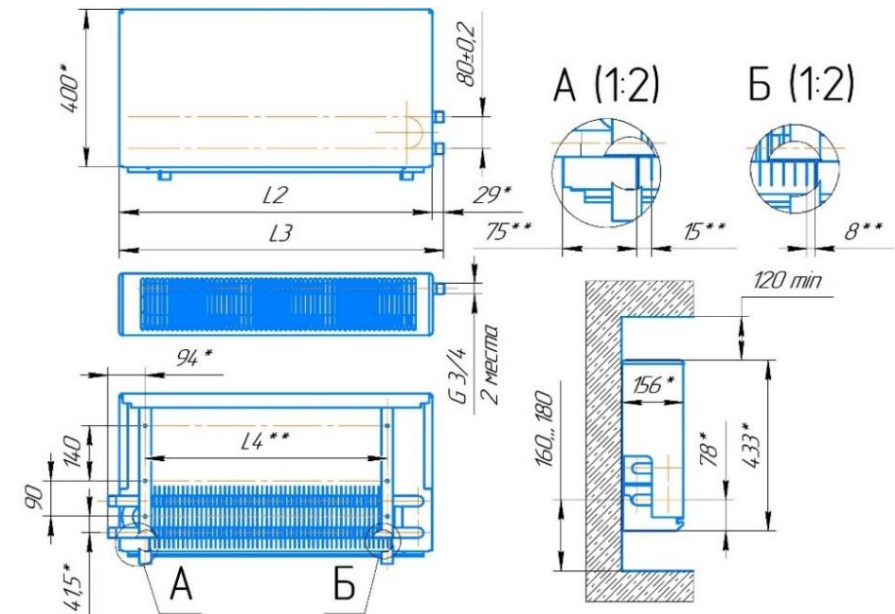

Рис. 1 – Конвектор «Универсал ТБ-С м».
- 1.3. Конвекторы выпускаются в концевом или проходном исполнении, с патрубками для подвода теплоносителя, расположенными с правой или левой стороны прибора, концы присоединительных патрубков гладкие (под сварку) или с раструбами с резьбой наружной G 3/4" (НР ¾) или с резьбой внутренней G 1/2" (ВР ½), габаритные и присоединительные размеры указаны в рис. 1.